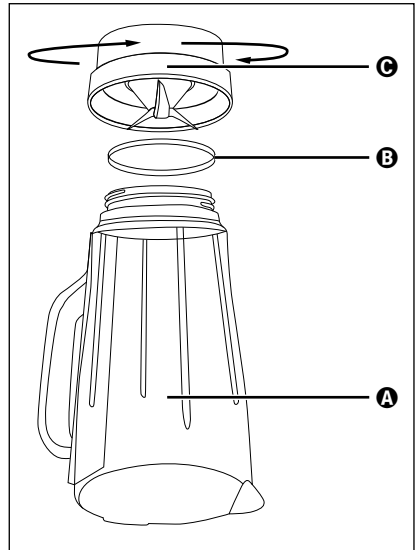

Abb. 4
- 2) Stellen Sie das Gerät auf den Kopf und drehen Sie das Plastikteil **4** des Mixaufsatzes **3** gegen den Uhrzeigersinn, so dass es sich vom Glasteil **5** des Mixaufsatzes **3** lösen lässt (siehe Abb. 4).